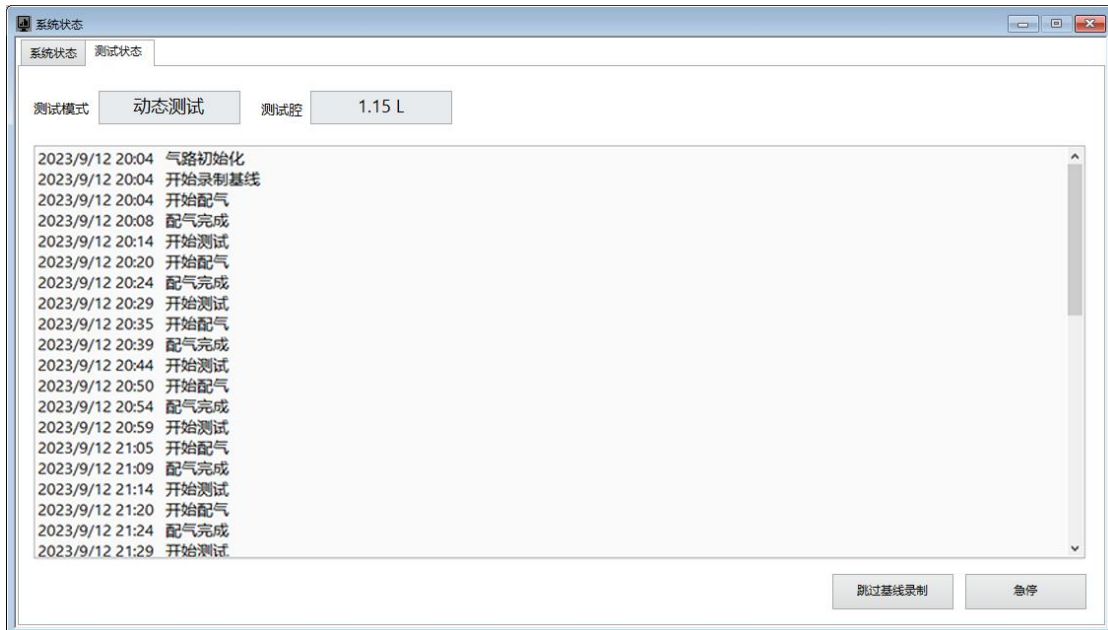

图 19
3.3 在“测试状态”选项卡（图 19），将显示目前所处的测试流程。